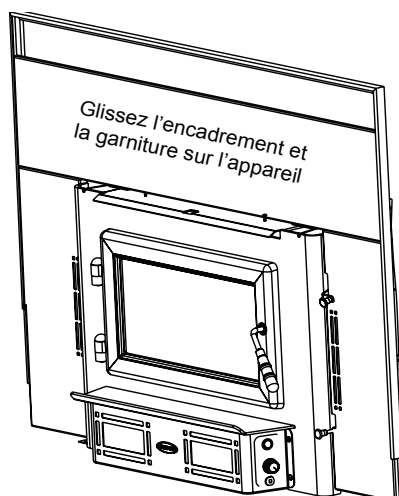

Figure 19.3
6. Installez l'encadrement et les garnitures sur la coque extérieure. Placez le crochet dans les côtés de l'encadrement, sur ses vis de fixation, 2 de chaque côté (**Figure 19.3**).